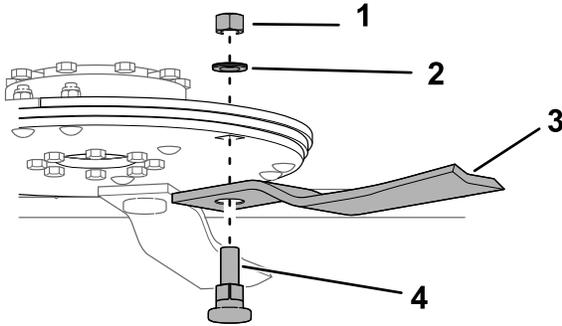

Figura 10
3. Con la ayuda de otra persona, instale una cuchilla nueva, una tuerca, una arandela y un perno (Figura 10).